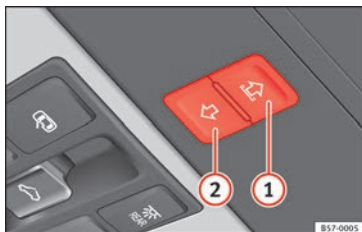

Fig. 133 Dans le ciel de pavillon : touches du store pare-soleil.
Les touches » **fig. 133 ① et ②** présentent deux niveaux. Le premier niveau permet d'ouvrir ou fermer entièrement ou partiellement le store pare-soleil.
• *Store pare-soleil* : avant que ne s'écoulent environ 5 secondes à partir de l'activation du dispositif anti-pincement, appuyez sur la touche » fig. 133 ② jusqu'à ce que le store se ferme complètement.